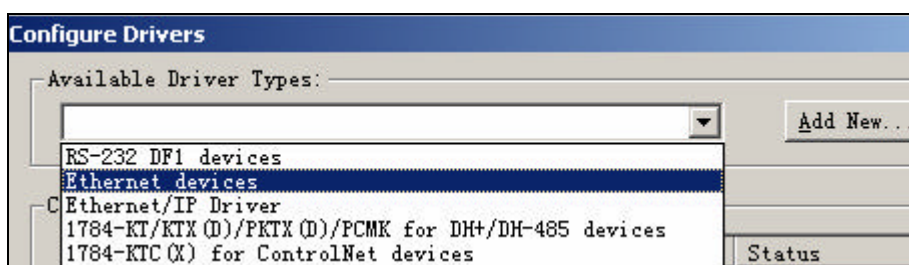

图 4-72 选择 EtherNet 的驱动
2. 点击 Configure drives  图标，选择 EtherNet 的驱动，如图 4-72 所示。